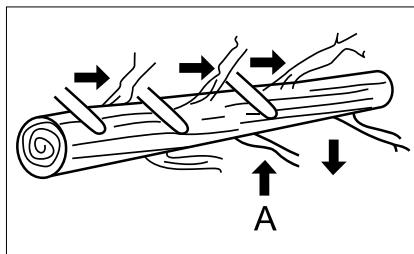

Рис. 18
Обрязване на клони се извършва от сваленото дърво. Не отсичайте клоните, които поддържат дънера и не му позволяват да се търкулне (A), докато няма да разпилите дънера (рис. 18).